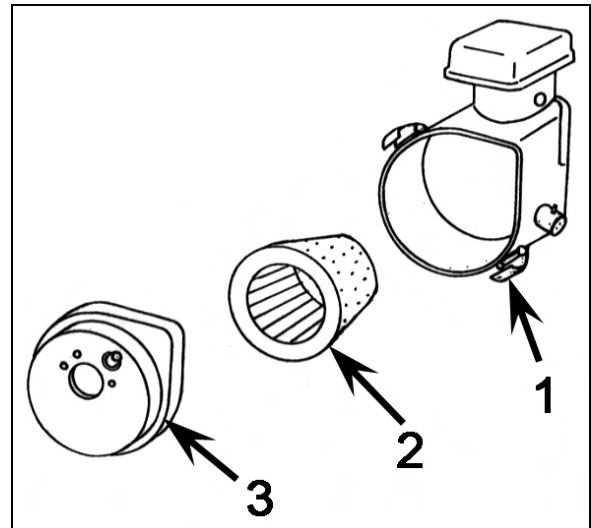

Figura 14
- Smontare il filtro aria aprendo i ganci (1 Figura 14) soffiare l'elemento filtrante «2» con aria compressa dall'interno verso l'esterno in direzione contraria al normale flusso dell'aria. Sostituire l'elemento filtrante se troppo sporco o danneggiato, oppure dopo 5 pulizie.